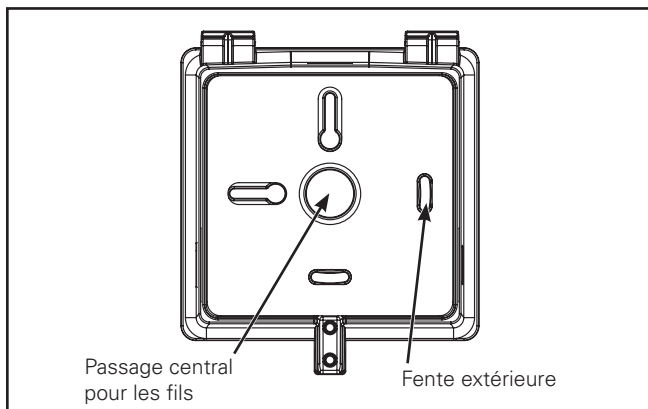

Figure 2.
3. Séparez le couvercle du Crosstour du boîtier arrière. Retirez les joints percés indiqués sur le boîtier arrière. (Figure 2.)